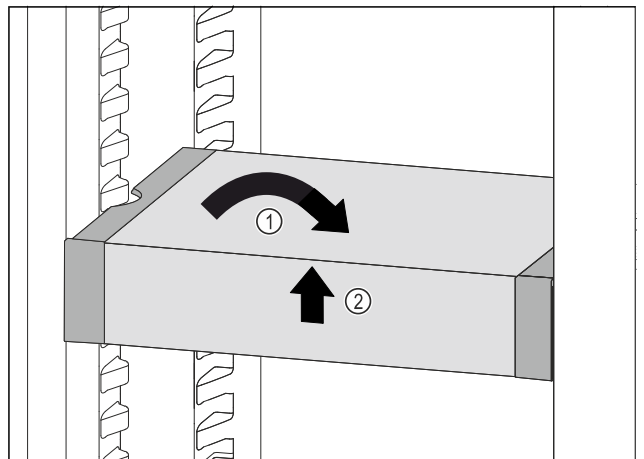

Fig. 177
- ▶ VarioSafe gerade stellen. Fig. 177 (1)
- ▶ VarioSafe vorne anheben. Fig. 177 (2)